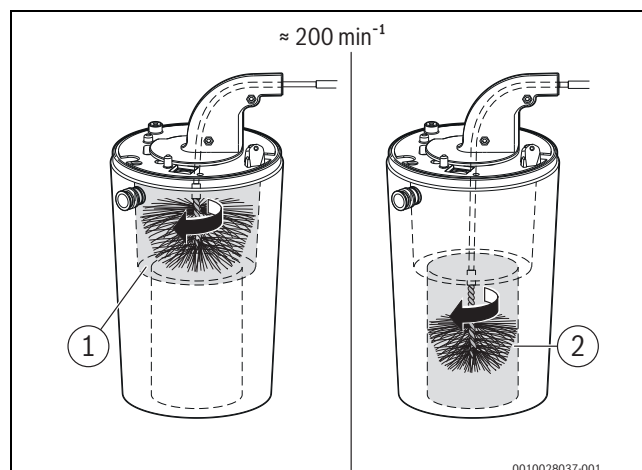

Fig. 60 Pulizia dello scambiatore primario (circa 200 min^{-1} , solo rotazione destrorsa)
- Ripetere l'operazione nella parte inferiore con la spazzola piccola (→ fig. 60, [2]).